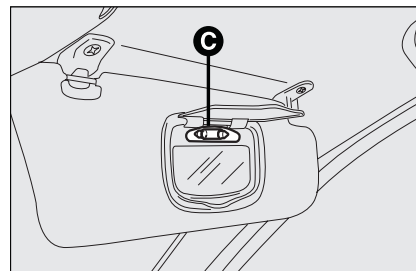

Рис. 46
- извлеките из боковых контактов лампу **C**, **рис. 46**, и замените ее, убедитесь, что лампа надежно закреплена между контактами.